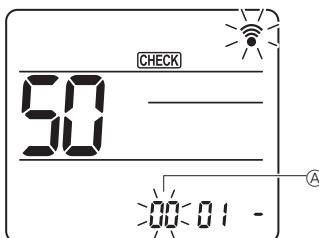

Fig. 6-17
② Stille inn enhetsnummer
Trykk på **[↓]**-knappen for å stille enhetsnummer ④. (Fig. 6-17)